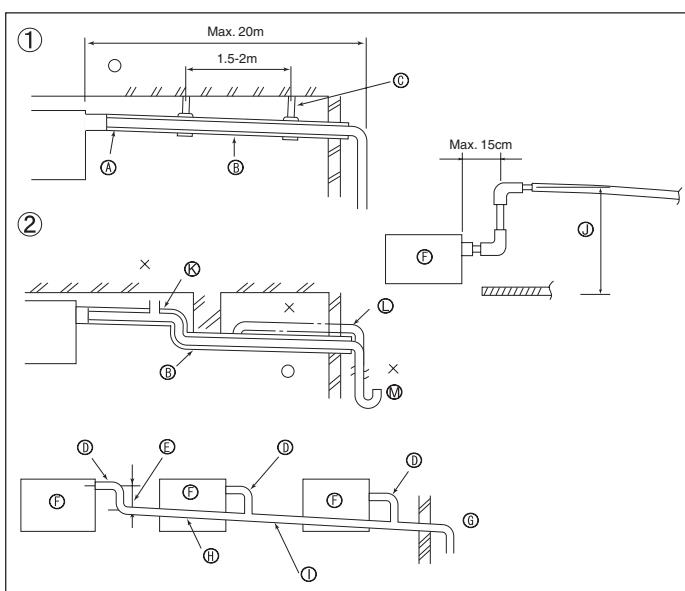

Fig. 5-1
5.1. Føring af drænrør (Fig. 5-1)
① Korrekt rørføring	④ Metalunderstøtning
② Forkert rørføring	⑤ Luftudtag
③ Isolering (9 mm eller mere)	⑥ Hævet
⑤ Fald (1/100 eller mere)	⑦ Lugtfælle